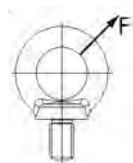

Abbildung 1
- Alle 3 Ringschrauben vollständig bis zum aufsetzen des Bundes so eindrehen, dass Seitenzug vermieden wird (Abbildung 1).